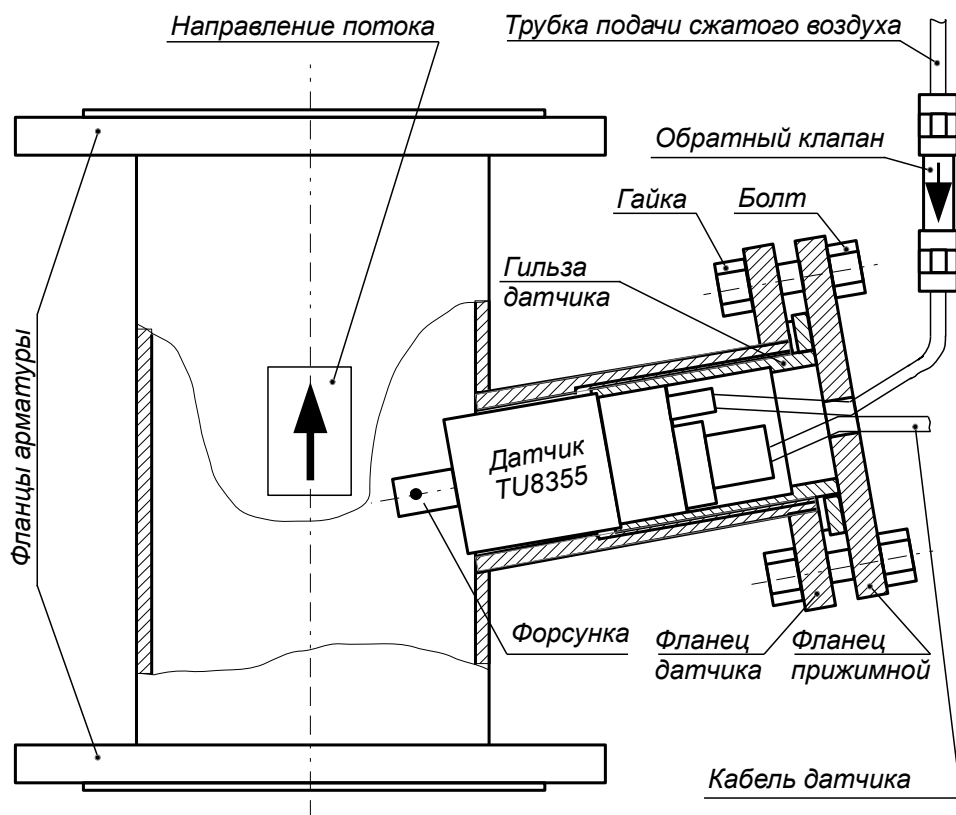

Рисунок 8 - Установка погружного датчика с автоочисткой в трубопровод
Погружные датчики мутности могут также быть установлены непосредственно в трубопровод с помощью арматуры магистральной АМС-1.4 (Рисунок 8) при условии, что вода не будет содержать большого количества вовлечённого воздуха.
- вставьте гильзу датчика в арматуру так, чтобы форсунка была сбоку в вертикальной трубе (**Рисунок 8**) или снизу в горизонтальной трубе.